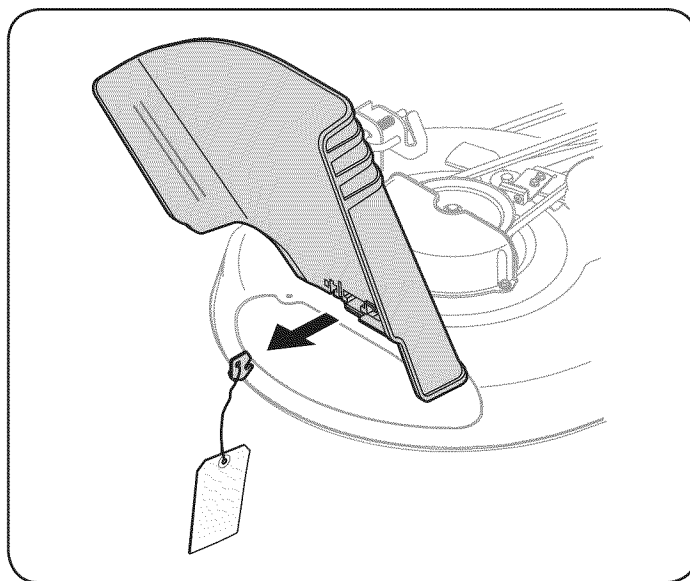

Figura 2
- Busque la llave de envío, si existe, y la etiqueta de advertencia que acompaña a encontrarse en el lado derecho de la cortadora de césped, entre la tolva de descarga y la plataforma de corte. Véase la figura. 2.